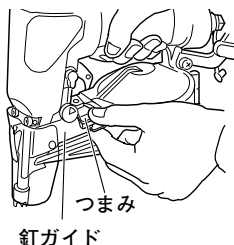

図 6
(1) マガジンに釘を入れる
- 釘ガイドとつまみに指をかけ、つまみを押して開きます。(図6)